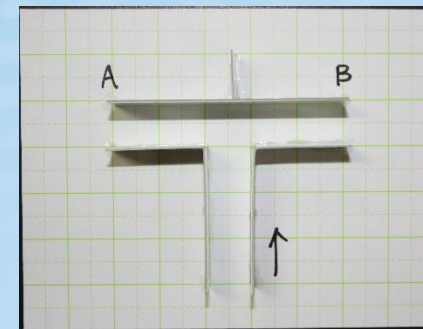

図1 T字迷路
- 1 : ダンゴムシ(n=24) をT字迷路 (図1) に侵入させたところ以下の出口A・Bへの脱出結果を得た。